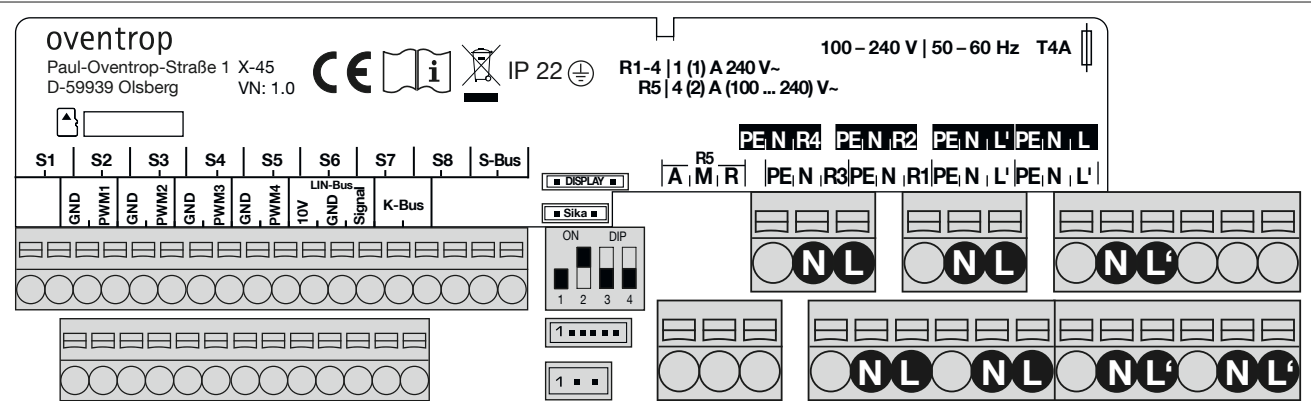

Fig. 10: Affectation des bornes du Regumaq X-45
1. Raccorder la phase à une borne de raccordement marquée **L'** sur la Fig. 10.
2. Raccorder la phase commutée à la borne de raccordement marquée **L** sur la Fig. 10 du relais désiré.
3. Raccorder le conducteur neutre à une borne de raccordement marquée **N** sur la Fig. 10.